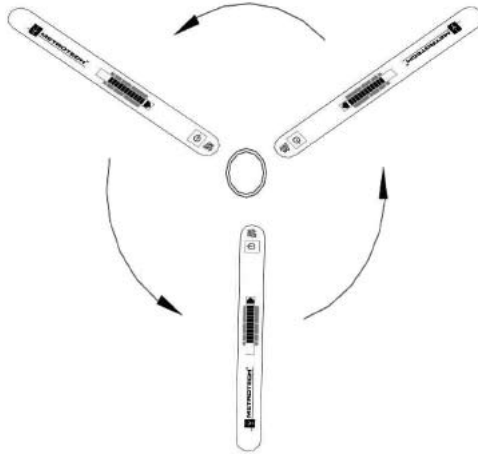

Abbildung 7-2: Fehlerbestätigung
4. Den anderen Spieß an der Fehlerstelle in die Erde einlassen und das Verfahren wiederholen. Der Pfeil sollte stets nach innen auf den Fehler gerichtet sein. Siehe Abbildung 7-2.